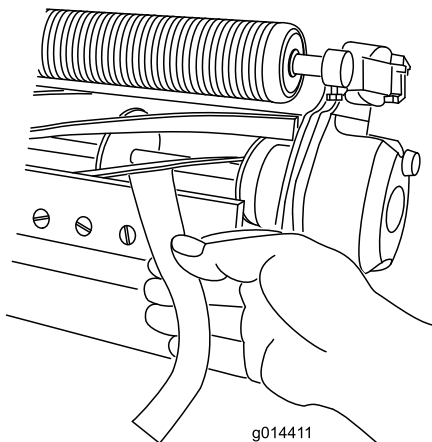

Рисунок 5
В. Чтобы проверить качество среза, вставьте длинную полоску специальной бумаги для проверки качества среза между барабаном и неподвижным ножом перпендикулярно неподвижному ножу (**Рисунок 5**), затем **медленно** вращайте барабан вперед; при этом бумага должна разрезаться; в ином случае повторяйте пункты **A** и **B** до тех пор, пока бумага не начнет разрезаться.
- Вставьте длинную полоску специальной бумаги для проверки качества среза (№ 125-5610 по каталогу Toro) между барабаном и неподвижным ножом перпендикулярно неподвижному ножу (Рисунок 5), затем **медленно** вращайте барабан вперед; при этом нож должен разрезать бумагу; в ином случае поверните каждый регулировочный винт неподвижного ножа по часовой стрелке на один щелчок и повторяйте действия, описанные в этом пункте, до тех пор, пока нож не будет разрезать бумагу.